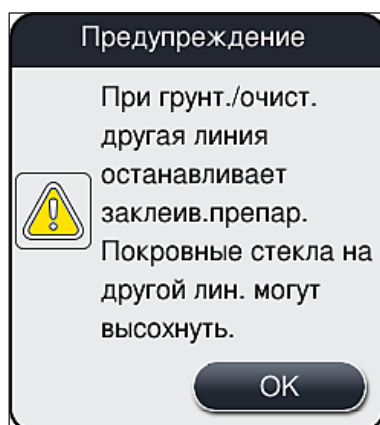
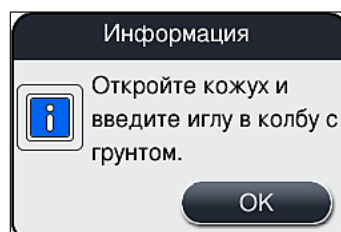
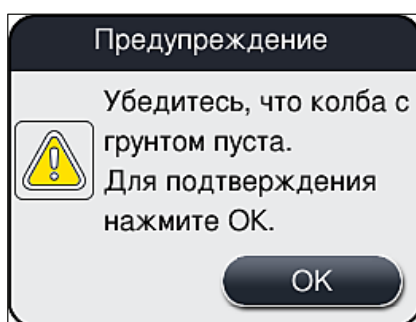

Рис. 96
Рис. 97
Рис. 101
2. После этого нажмите кнопку **Промыв./очист.** для левой (→ Рис. 95-2) или правой (→ Рис. 95-3) линии заключения под покрывное стекло и подтвердите подтверждающее сообщение нажатием на **ОК** (→ Рис. 96).
3. Ознакомьтесь со следующим информационным сообщением (→ Рис. 97).
5. Вставьте узел иглы (→ Рис. 98-1) в емкость для слива (→ Рис. 98-3) и подтвердите информационное сообщение (→ Рис. 97) нажатием на **OK**.
4. Ознакомьтесь со следующими информационными сообщениями (→ Рис. 96), (→ Рис. 97) и (→ Рис. 101) и подтвердите каждое нажатием на **ОК**.